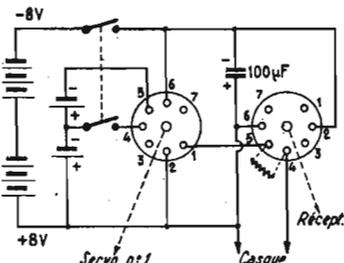

Fig. 35. — Câblage avec servo n° 1
a) Servo n° 1, (câblage fig. 35)